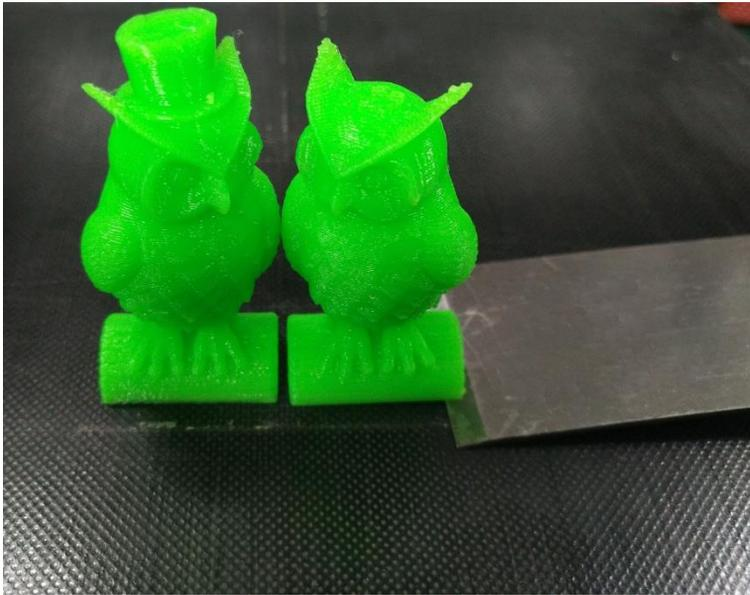

Imagen 32
4. Al terminar, el cabezal de impresión y la base calefactora se enfriarán automáticamente. Sólo se retira el objeto impreso de la base cuando se enfría completamente. Tire de la base de impresión hacia la parte delantera y utilice una espátula para retirar con cuidado el objeto, como se muestra en la **Imagen 32**. Nunca dirija la espátula a sus manos.